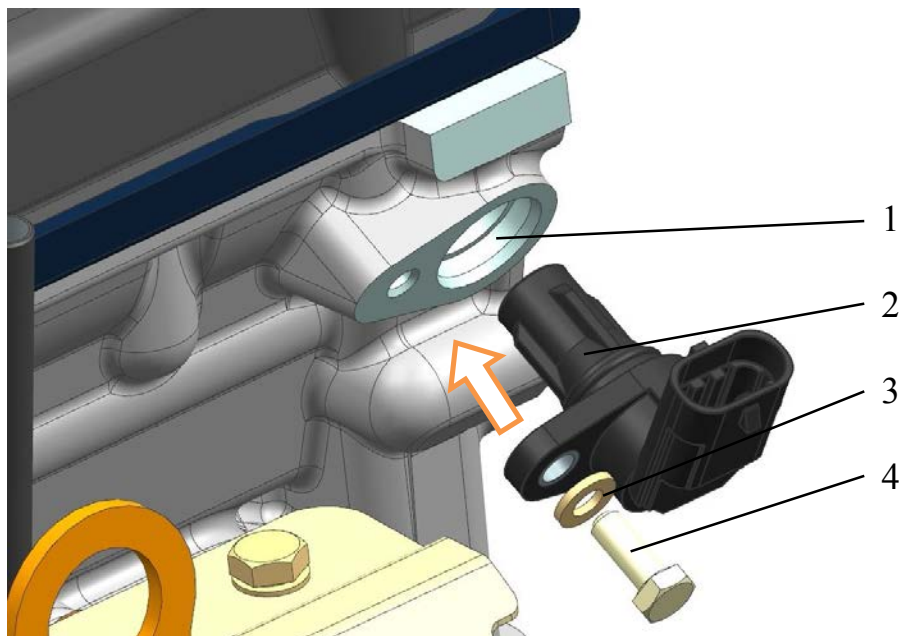

Рис.213. Установка датчика фазы:
**11.** В случае установки датчика фазы – установить датчик фазы 2 (рис.213) в отверстие 1 головки цилиндров и закрепить его болтом 4 с плоской шайбой 3, предварительно смазав уплотнительное кольцо датчика чистым моторным маслом. Болт крепления датчика завернуть моментом 5,9...8,8 Н·м (0,6...0,9 кгс·м). Фланец датчика должен плотно прилегать к поверхности головки блока до закрепления болтом.